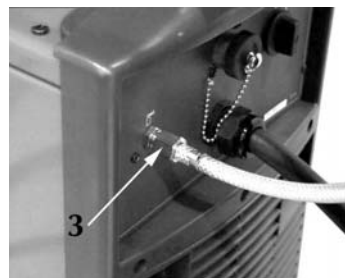

Fig. 15
- 3) Fastgør gasslangens kobling (Fig. 15) til gaskoblingen () på generatorens bagside.